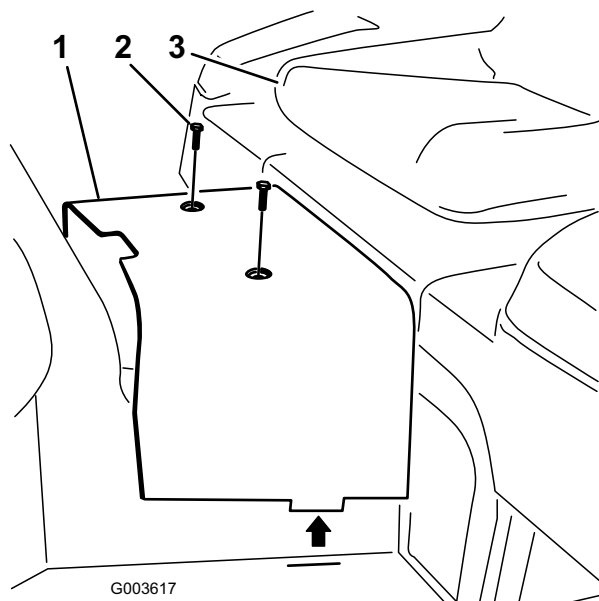

Figure 6
7. Enlevez les 2 vis qui fixent le carénage central au châssis (Figure 6). Enlevez le carénage et mettez-le de côté.